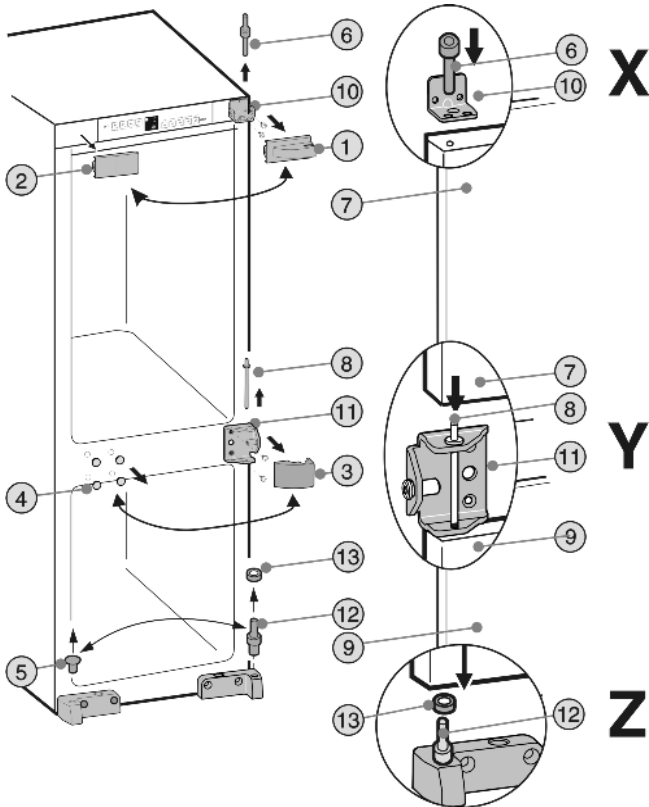

Fig. 3
► Demontujte krycí díly Fig. 3 (1,2,3,4,5).
- Horní čep ložiska Fig. 3 (6) vyšroubujte z dvířek chladničky Fig. 3 (7).
- Dvířka chladničky Fig. 3 (7) vyklopte lehce dopředu a zvedněte nahoru.
- Prostřední čep ložiska Fig. 3 (8) vytáhněte.
- Dvířka mrazničky Fig. 3 (9) nadzvedněte.
- Horní stojan ložiska Fig. 3 (10) a prostřední stojan ložiska Fig. 3 (11) odšroubujte a našroubujte stejnými šrouby zase na protější straně (s 4 Nm).
- Spodní čep ložiska Fig. 3 (12) s podložkou Fig. 3 (13) přemístěte.
- Dvířka mrazničky dole nasadíte na čep ložiska Fig. 3 (12) a podložku Fig. 3 (13). **Detail Z**
- Prostřední čep ložiska Fig. 3 (8) vložte do ložiska dveří přes prostřední stojan ložiska Fig. 3 (11). **Detail Y**
- Dvířka chladničky nasadíte na prostřední čep ložiska Fig. 3 (8). **Detail X**
- Horní čep ložiska Fig. 3 (6) zasuňte přes vnější otvor ve stojanu ložiska Fig. 3 (10) do ložiska dveří chladničky Fig. 3 (7) a **zašroubujte (s 4 Nm). Detail X**
- Krycí díly Fig. 3 (1,2,3,4,5) namontujte na protilehlou stranu otočené vždy o 180°.